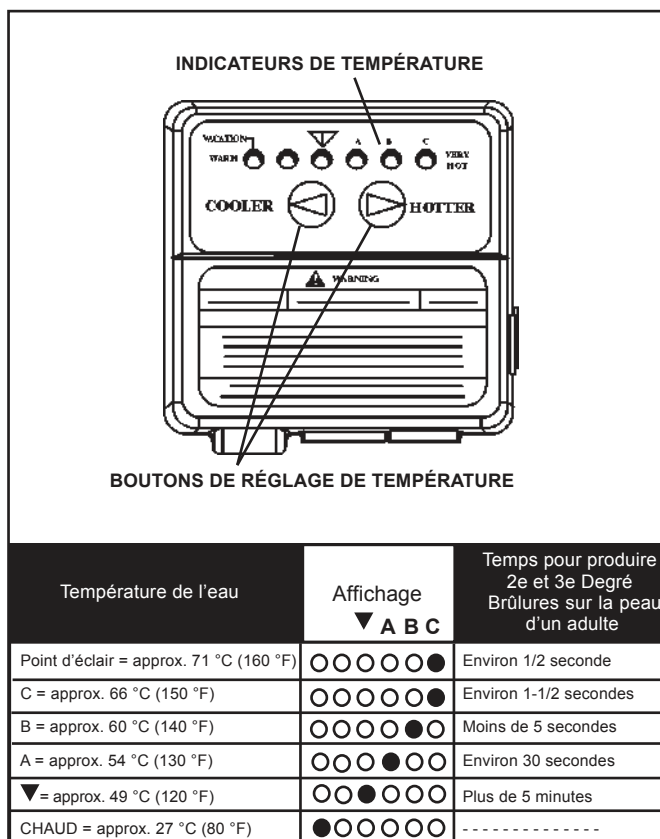

FIGURE 26.
L'EAU CHAUDE PEUT BRÛLER : Les chauffe-eau sont destinés à produire de l'eau chaude. L'eau chauffée à une température qui conviendra au chauffage des locaux, au lavage des vêtements, au lavage de la vaisselle et à tout autre besoin de nettoyage peut brûler et provoquer des blessures irréversibles sur simple contact. Certaines personnes ont plus tendance à être blessées de manière irréversible par l'eau chaude que d'autres. Parmi elles, les personnes âgées, les enfants, les infirmes ou les personnes handicapées physiques/mentales. Si une personne quelconque utilisant l'eau chaude de ce chauffe-eau fait partie de l'un de ces groupes ou s'il existe un code local ou une loi d'État exigeant une certaine température d'eau au point d'utilisation, alors il faut prendre des précautions particulières. Outre le fait d'utiliser le réglage de température le plus bas répondant à vos besoins en eau chaude, un dispositif tel qu'un mélangeur devrait être installé au niveau des robinets d'eau chaude utilisés par ces personnes ou au niveau du chauffe-eau. Les mélangeurs sont disponibles dans des quincailleries ou magasins de fournitures de plomberie, voir la Figure 2. Suivre les instructions du fabricant pour l'installation des robinets. Avant de changer le réglage d'usine sur le thermostat, voir la Figure 26 dans ce manuel.
1. Faire « Réveiller » les indicateurs de température en appuyant sur et en maintenant enfoncés les deux boutons de réglage de température « COOLER » et « HOTTER » simultanément pendant une seconde, voir Figure 26. Un ou deux des indicateurs de température s'allumeront. Ces indicateurs resteront allumés pendant 30 secondes seulement si on n'appuie sur aucun autre bouton. Après 30 secondes, la commande reviendra en mode « Veille ».